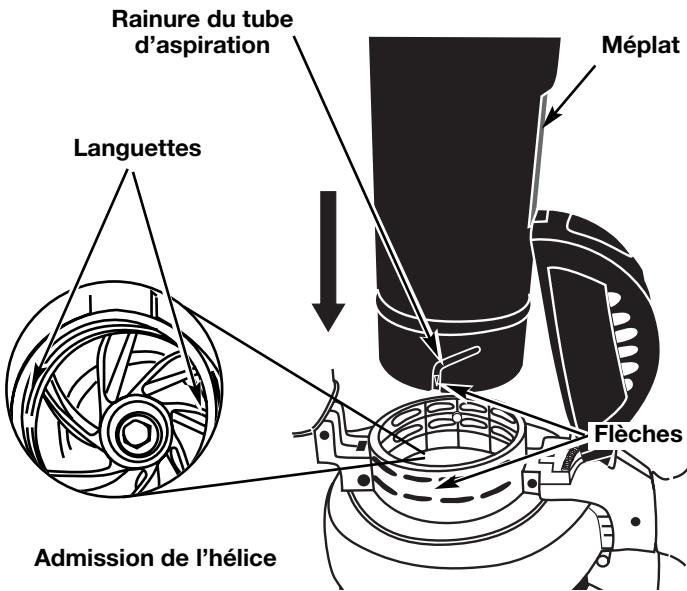

Fig. 4
5. Tandis que vous gardez la porte d'aspiration ouverte, trouvez le tube d'aspiration assemblé (assemblé dans l'étape 2). Positionnez le tube pour que la surface soit en face de la porte d'aspiration. Les rainures sur le côté du tube s'aligneront avec les petites pattes dans l'admission de l'hélice (Fig. 4). De l'extérieur, alignez la petite flèche sur le tube d'aspiration avec le point sur l'admission de l'hélice.
Votre appareil est livré avec une bouteille d'huile SAE 30 SF, SG, SH de 90 ml (3,04 oz) (Fig. 4).
1. Dévissez le bouchon de la bouteille d'huile et retirez le papier couvrant l'ouverture. Replacez le bouchon. Coupez la pointe de la buse de l'entonnoir (Fig. 4).